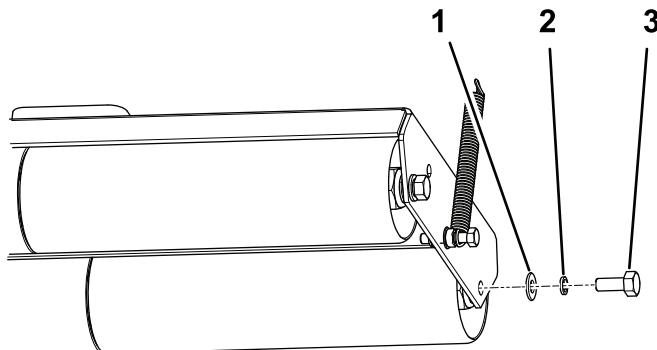

Bild 1
2. Entfernen Sie die Sechskantschrauben, Scheiben und Schlitzscheiben, mit denen die Seiten der Walzenbaugruppen an den Lenkköpfen befestigt sind (Bild 1).
1. Bauen Sie die Walzenbaugruppen in die Lenkköpfe des Geräts ein und befestigen Sie die Enden jeweils mit einer Sechskantschraube, einer neuen Schlitzscheibe und einer neuen Scheibe (Bild 1).